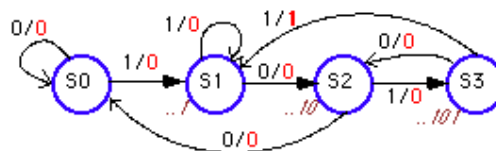

Figura 3.15.- Una máquina de Mealy para un detector de secuencia que detecta la secuencia 1011.
- ?? Colocar el cursor en el estado **S0** para comenzar la transición. Para crear un cambio de dirección en la flecha, colocar el cursor y hacer clic donde queramos que cambie de dirección. Luego, hacer clic dentro del estado **S1** para completar la transición. Hacer lo mismo para cada transición mostrada en la figura 3.15.